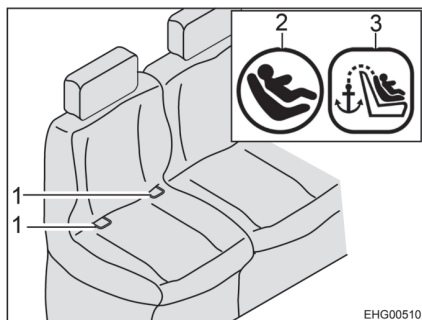
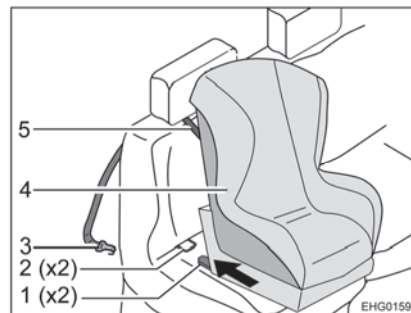

Fig. 19 Sedile con Isofix
Fig. 20 Fissaggio con Top Tether
- Innestare i braccetti di ritenuta (Fig. 20,1) nella staffa di supporto (Fig. 19,1 e Fig. 20,2). Al momento dell'innesto dovrebbe essere possibile sentire un "clic".
- Scuotere con decisione il seggiolino per bambini (Fig. 20,4) per verificare che sia ben fissato.
- Introdurre la cintura Top Tether (Fig. 20, 5) tra il poggiatesta e il cuscino dello schienale.
- Agganciare il gancio di fissaggio (Fig. 20,3) al punto di ancoraggio sul retro del sedile del veicolo.